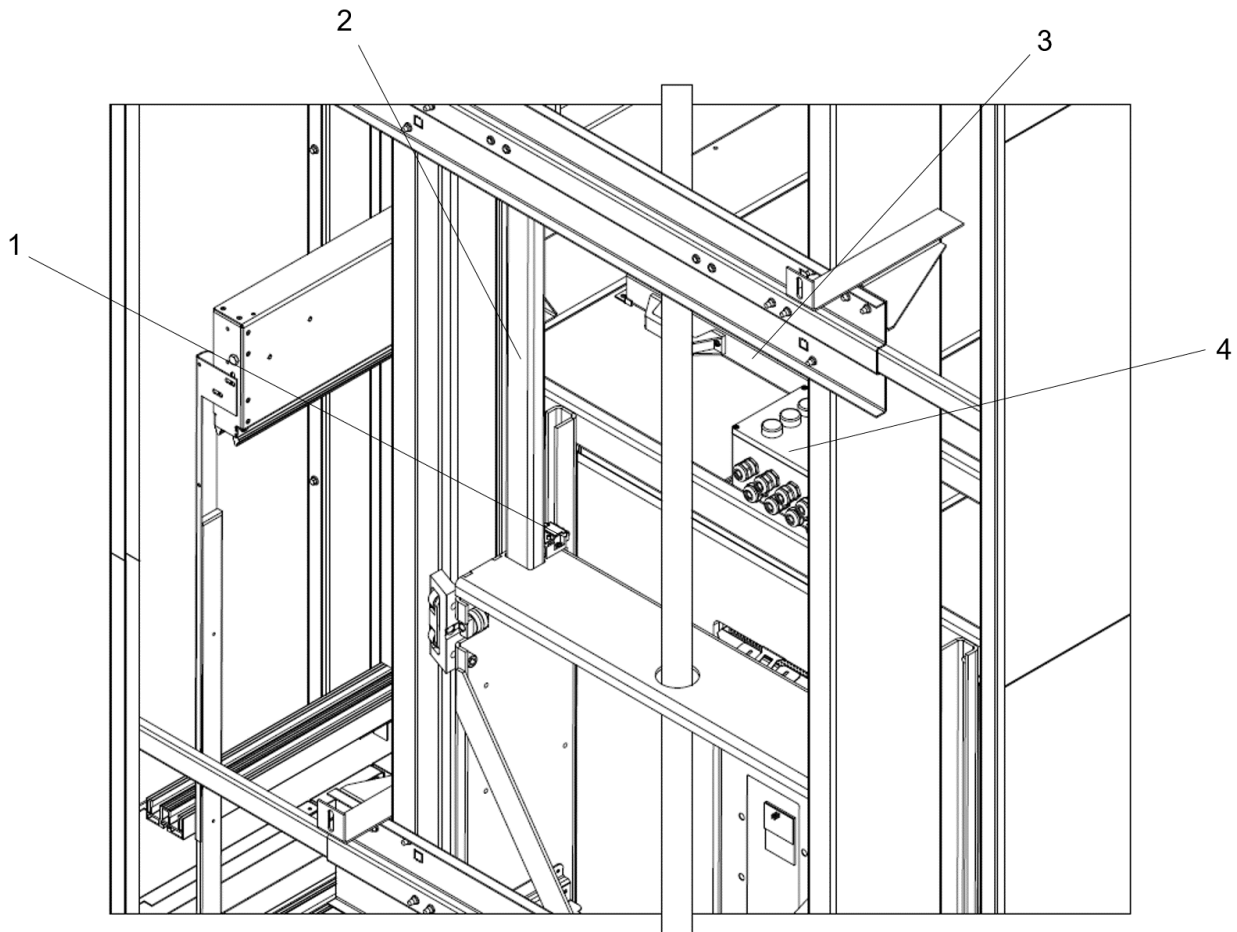

Fig. 3 Betjening af topskaktstiveren
4. Løft topskaktstiveren (3) manuelt og sæt den i position, se Fig. 3. Når topskaktstiveren er trukket ud (2), er sikkerhedskredsen (1) afbrudt, og betjeningstastaturet (4) på taget er aktiveret.